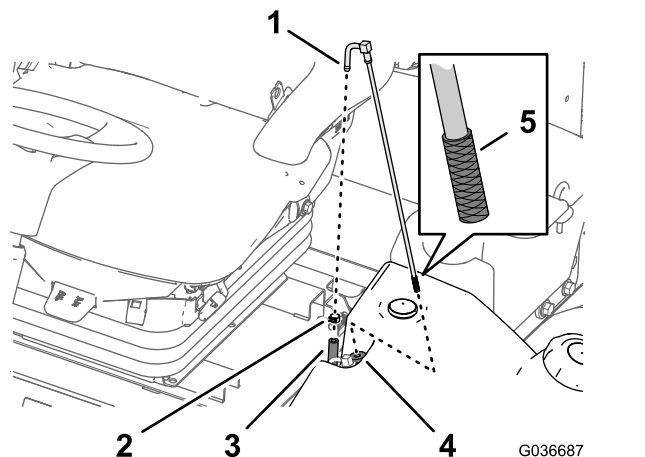

図 46
2. フィッティングからホースを取り外す図 46。
3. 燃料タンクから燃料供給チューブを取り出す図 46。
4. 燃料供給チューブの端部のスクリーンにたまっているごみでいねいに取り除く図 46。
5. ゴム製ブッシュを通して燃料タンク内部へ燃料供給チューブを挿入する図 46。
1. 燃料供給ホースを燃料供給チューブに固定しているホースクランプを外す図 46。